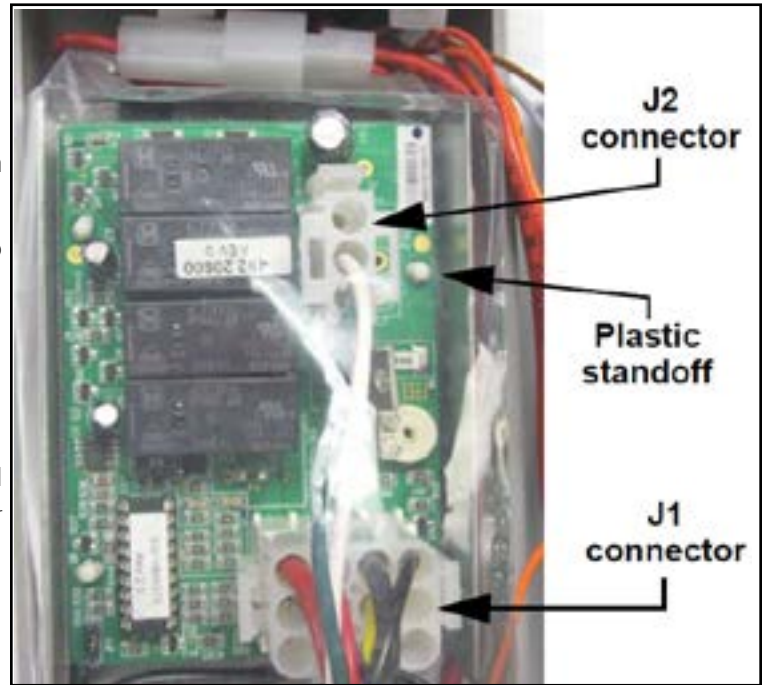

Fig. 20
2. Unplug J1 and J2 connectors (see Fig. 20).